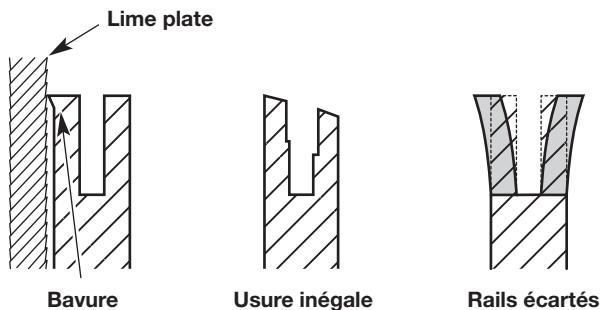

Fig. 38
- Vérifiez fréquemment la tige de guidage afin d'y déceler des signes de dommages (Fig. 38). L'usure irrégulière et l'ébarbage des rails de guidage (les nervures de chaque côté de la rainure de la tige) sont des processus normaux d'usure de la tige de guidage. Ces défauts doivent être limités dès qu'ils se produisent (Fig. 38). Une tige de guidage avec les défauts suivants doit être remplacée :